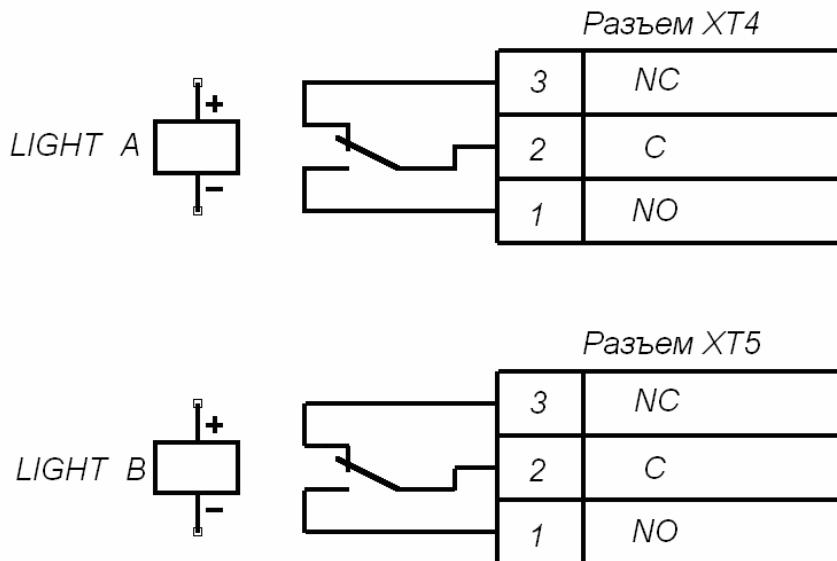

Рисунок 8. Выходные каскады для Light A и Light B
5.9.4 Выносные индикаторы подключаются на клеммные колодки *XT4* (*Light A*) и *XT5* (*Light B*). При этом реле *Light A* (*Light B*) активизировано (на его обмотку подано напряжение), когда горит соответствующая данному направлению прохода зеленая стрелка на световом табло, и нормализовано (на его обмотку напряжение не подано), когда соответствующая данному направлению прохода зеленая стрелка на световом табло не горит. Факт срабатывания / отпускания реле *Light A* и *Light B* можно определить по загоранию / гашению красных индикаторов, которые установлены вблизи указанных реле (см. рис. 3). Выходные каскады для *Light A* и *Light B* – перекидные контакты реле (см. рис. 8) со следующими характеристиками сигналов: